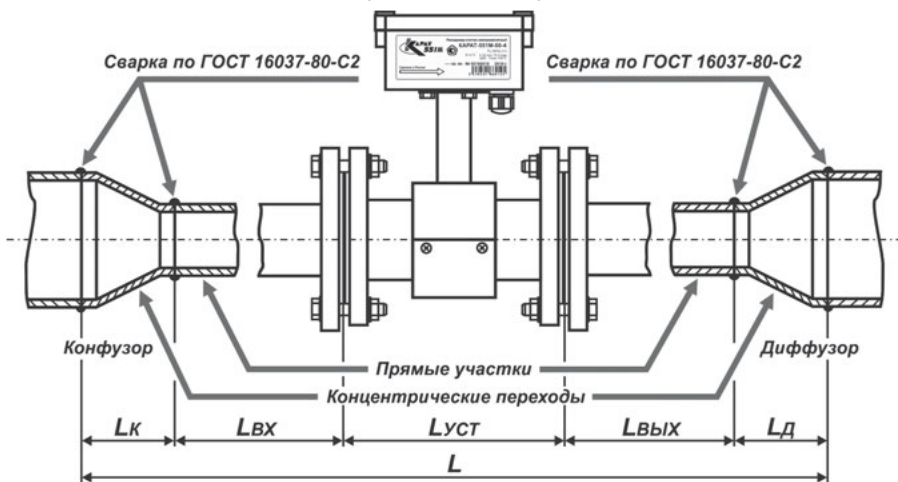

Рисунок 3.4 – Монтаж расходомера с врезкой прямых участков
Монтаж расходомера с врезкой в трубопровод прямых участков, рисунок 3.4, рекомендуется проводить в следующей последовательности:
- приварить концентрические переходы (конфузор и диффузор) к прямым участкам L_{Vx} и L_{VyX} , смотрите рисунок 3.4;
- вставить полученную сборку в трубопровод и произвести ее сварку с трубопроводом, рисунок 3.4;